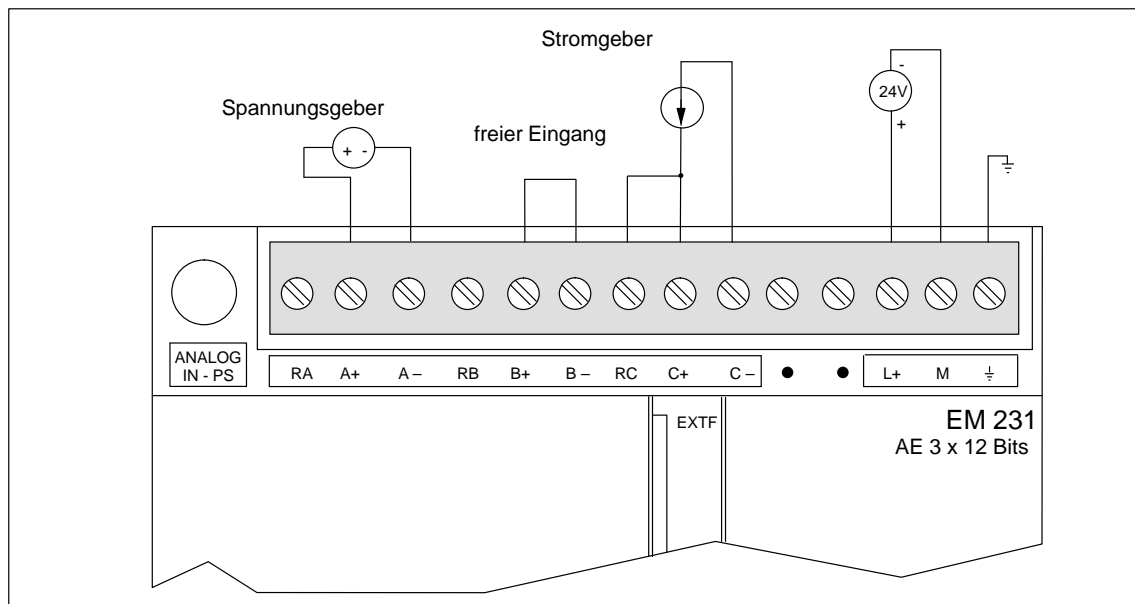

Bild A-33 Kennzeichnung der Anschlüsse beim Erweiterungsmodul EM 231, Analogeingabe AE 3 x 12 Bit
- Überbrücken Sie die Eingänge für freie Kanäle (siehe Bild A-33).